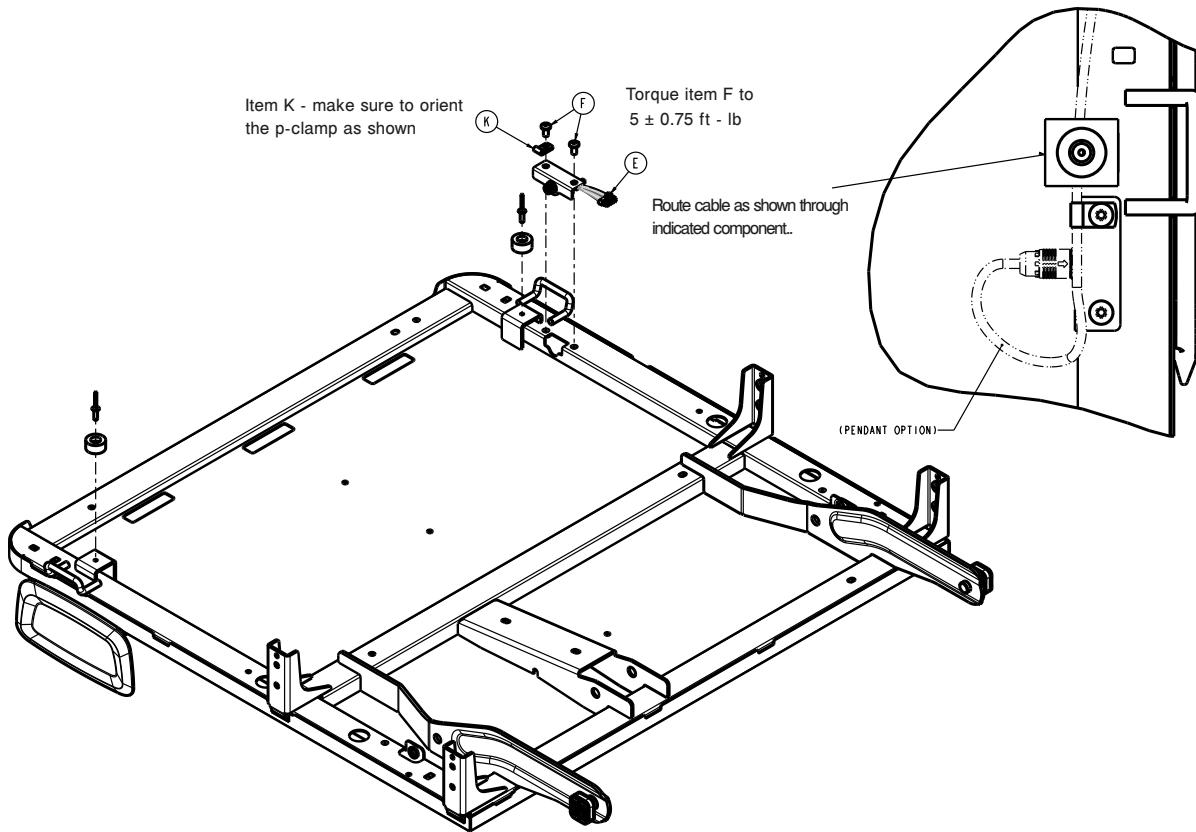

Figure 81 – Fixation de la commande suspendue
7. À l'aide d'une clé Torx T30, retirer les deux vis (F) qui fixent le connecteur de la commande suspendue (E) au relève-buste (Figure 81).
8. Faire passer le câble de la commande suspendue à travers l'ensemble soudé du relève-buste (Figure 81).
9. À l'aide d'une clé Torx T30, installer les deux vis (F) qui fixent le connecteur de la commande suspendue (E) au relève-buste (Figure 81).
Remarque - Lors de l'installation de la vis du côté tête, installer le clamp en P fournie (K) sur le câble de la commande suspendue. Laisser une boucle de service, puis serrer la vis (Figure 81).